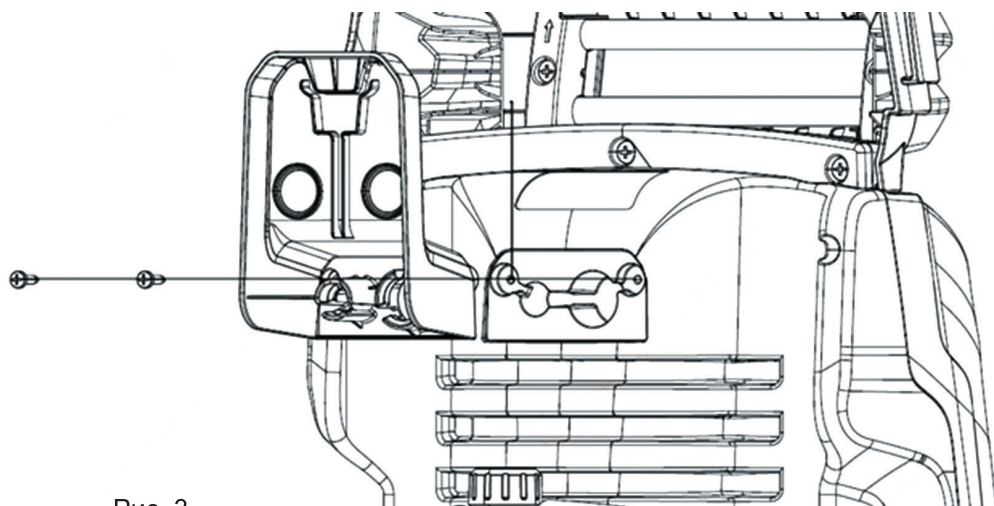

Рис. 3
2. Установите держатель аксессуаров с помощью двух винтов (рис. 3).